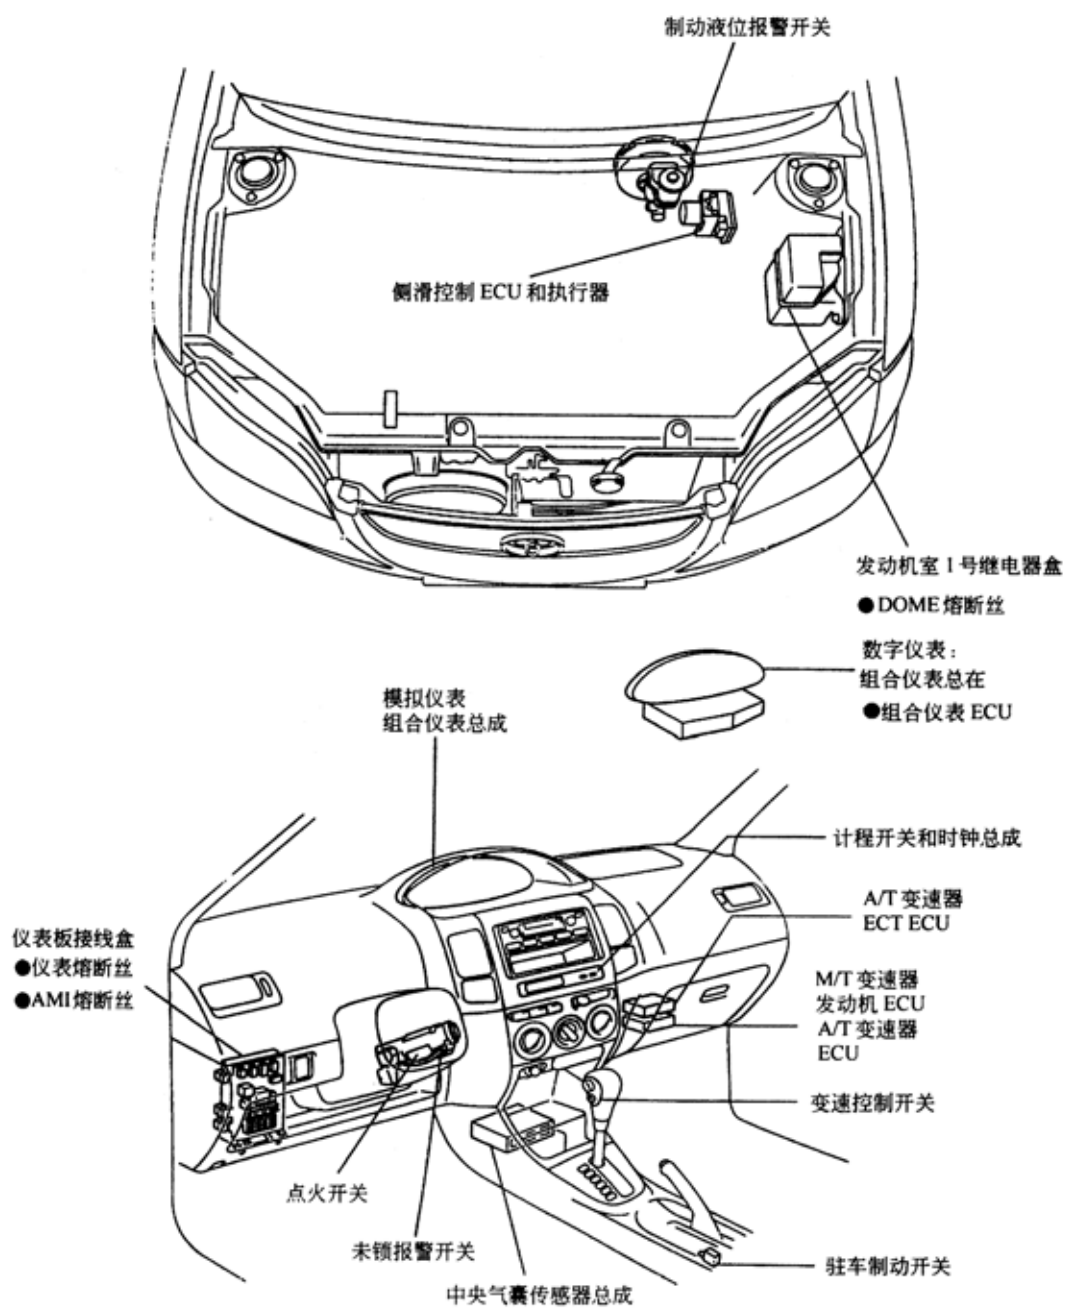
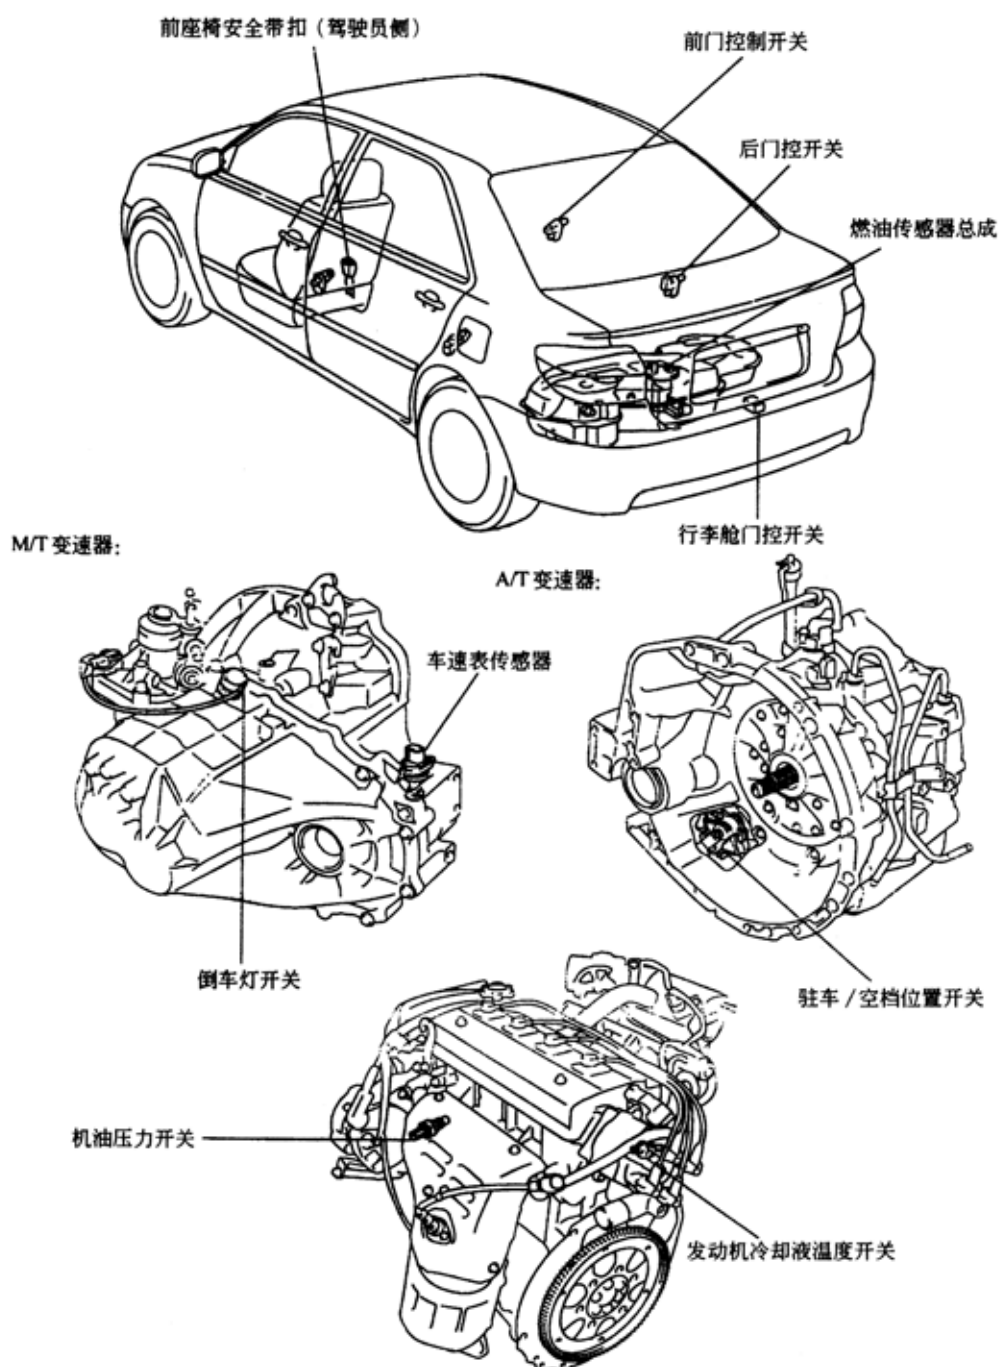

图 9-58
图 9-59
- 1)组合仪表组件位置布置，如图 9-58、如图 9-59 所示。